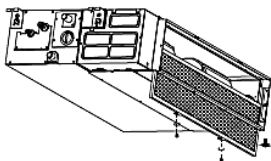

Fig.G1
1. Se l'unità è ventilata posteriormente, rimuovere le viti (2 pezzi) fissate sul filtro e togliere il filtro dall'unità. Vedere Fig.G1.